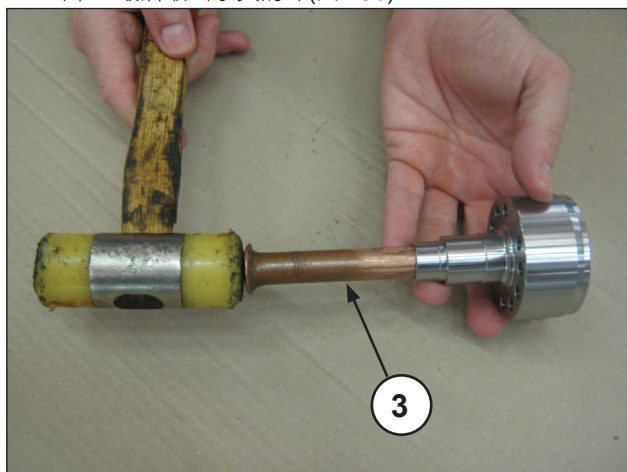
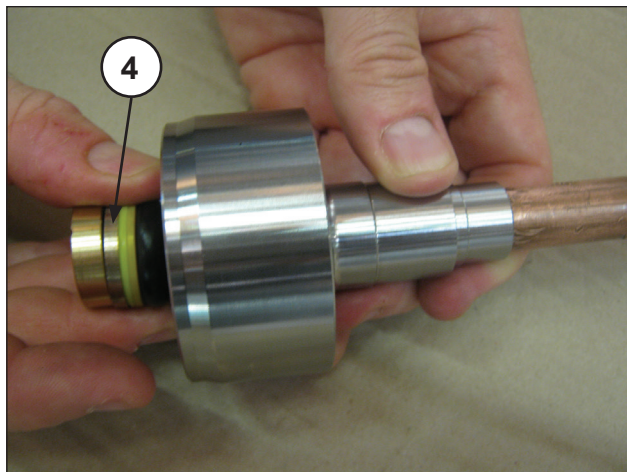
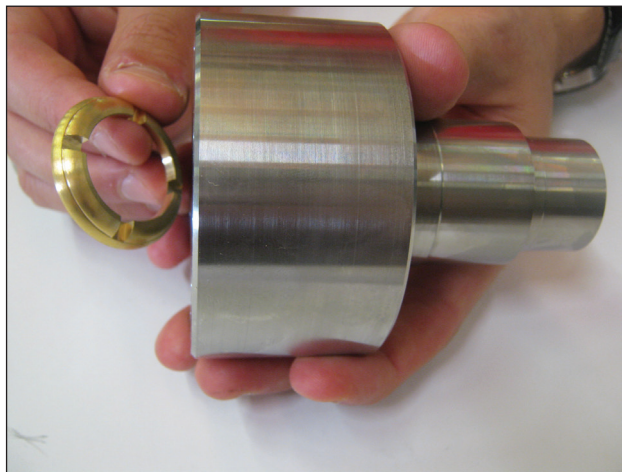

图 128
图 129
图 130
- 在与HP（高压）密封垫圈支撑分开后，用专用的塑料销子（③图 128）使 H.P.（高压）密封圈组（④图 129）出来，最后取出泵头的环（图 130）。
每次拆除高压密封圈组（图 129，④）时，应加以更换。